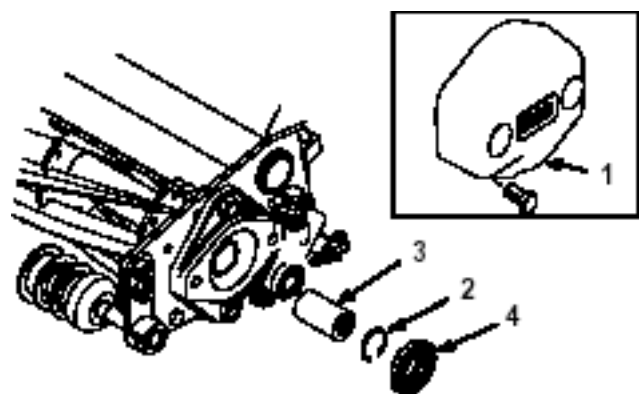

図9
- B. カッティングユニット両側からプラスチック・スペーサ (図9) を取る。
- D. カップラの内径部にグリスを塗り、カッティングユニット左側に取り付け、スナップ・リングで固定する (図9)。